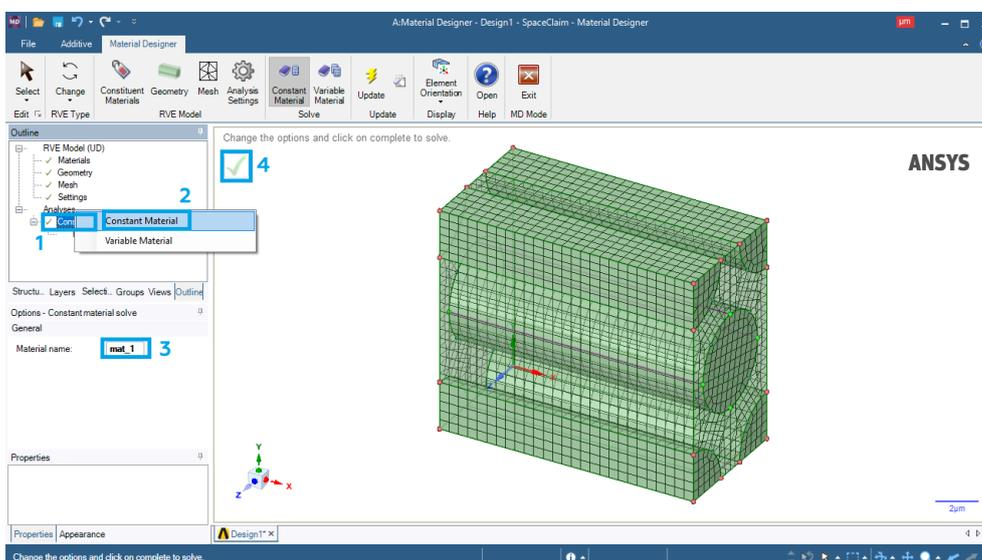

Рис. 11. Создание сетки объемного элемента
9. Присваиваем название созданному объемному элементу (рис. 11). Для этого нажимаем правую кнопку мыши (ПКМ) на **Analyses** (1) – **Constant Material** (2), вводим название материала (3) и нажимаем на галочку (4). Закрываем окно **Material Designer**.